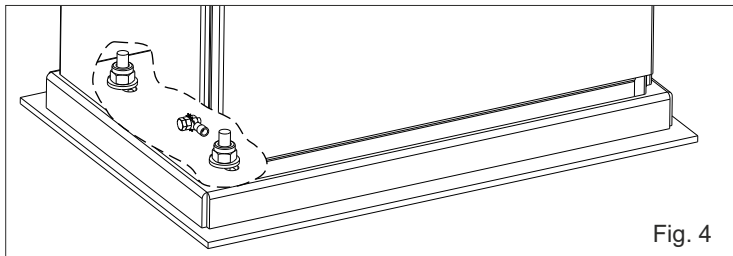

Fig. 4
4.1. Fixer le motoréducteur à la plaque de fondation en réglant la position latérale (Fig. 4) en respectant les cotes cités dans Fig. 2.